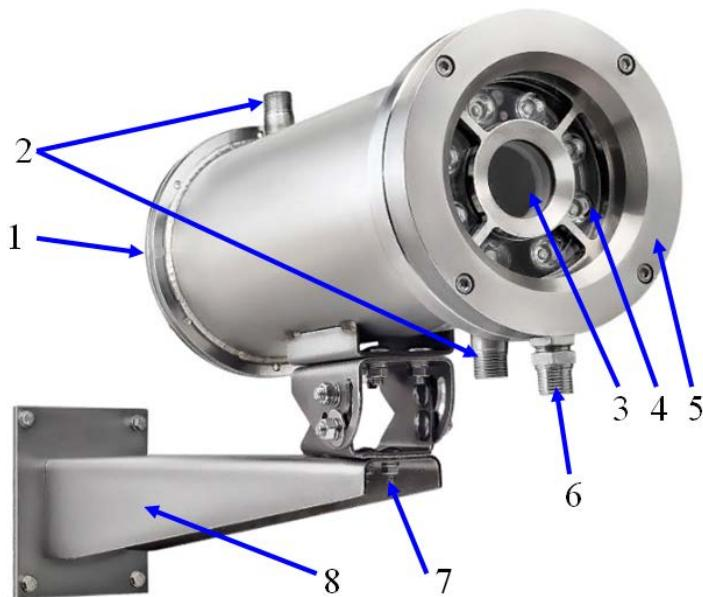

Рисунок 3 – Внешний вид термокожуха
Охлаждение внутреннего пространства термокожуха реализовано по принципу «водяной рубашки», применяемой в системе охлаждения автомобильных двигателей. Роль охлаждающей жидкости выполняет вода. Полая наружная оболочка кожуха имеет 2 штуцера для подключения к водянной магистрали (2), рис. 3. В нижний штуцер оболочки подается под давлением холодная вода. Протекая по полости наружной оболочки термокожуха, вода отбирает избыточное тепло и уносит его через верхний штуцер оболочки кожуха. Выход нагретой воды через верхний штуцер обеспечивает гарантированное заполнение всего объема.
- Открутить винт крепления крепежно-юстировочного устройства (7) и отсоединить от него термокожух, рис. 3;
- Определить место установки и закрепить крепежно-юстировочное устройство (8) к рабочей поверхности, рис. 3;
- Установить термокожух на крепежно-юстировочное устройство (8) и зафиксировать при помощи винтов (7), рис. 3;